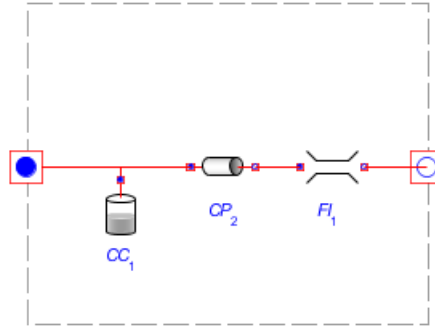

図6.29 離散化されたパイプラインのセグメント
図6.29 「離散化されたパイプラインのセグメント」に示すように、各サブシステムは、Compliant Cylinder、Circular Pipe、および Fluid Inertia コンポーネントで構成されています。全長 L 、容量 V 、 N 個に分割されたパイプラインには、 $N + 1$ 個のパイプ (それぞれの長さは
1. 図6.28 「ウォーターハンマー」 や 図6.29 「離散化されたパイプラインのセグメント」 にあるようなコンポーネントと接続のあるモデルを作成します。